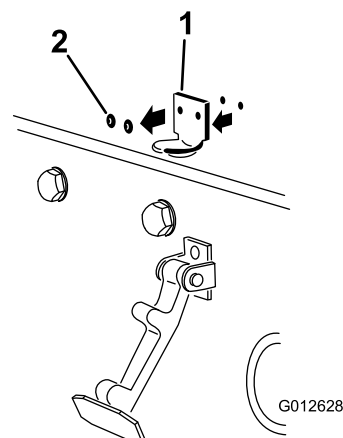

Figura 6
2. Retire os (2) rebites que prendem o suporte do trinco do capot ao capot (Figura 6). Retire o suporte do trinco do capot do capot.